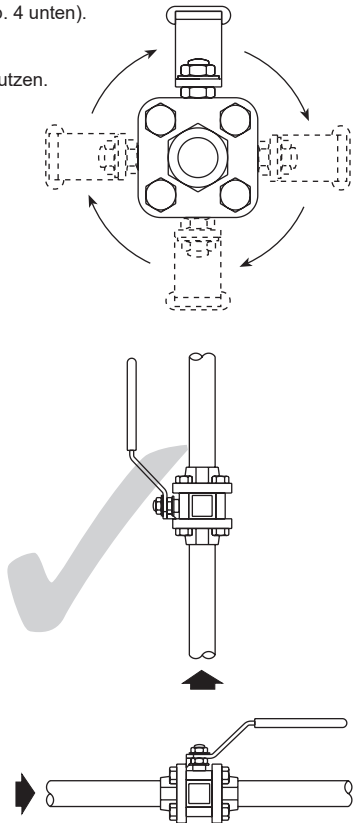

**Abb. 3 Inkorrekte Installation für den Betrieb mit Flüssigkeiten**
**Für den Betrieb mit Flüssigkeiten darf der Kugelhahn nicht auf dem Kopf stehend montiert werden (Abb. 3).**